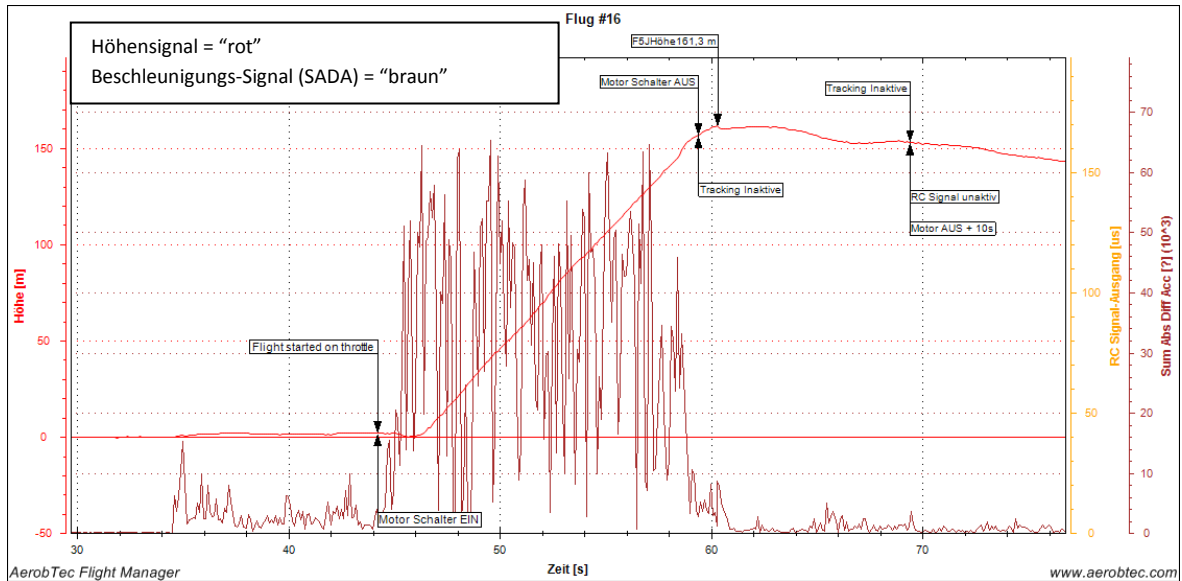

Abb.05
**Abb.05** zeigt folgenden zeitlichen Ablauf: Bis 32,5 Sekunden liegt das Model am Boden, dann wird es angehoben und zur Startstelle getragen. Bei 44 Sekunden wird der **Motor eingeschaltet (Motor Schalter EIN)** und damit beginnt die **Flugzeit**. Bei 59 Sekunden wird der Motor ausgeschaltet und bei 60,5 Sekunden die Höhe mit 161,3 Metern erfasst.